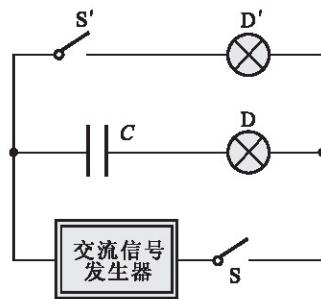

图2-4-4
1. 如图2-4-4所示,把电容器 $C$ 和小灯泡 $D$ 串联,再与另一完全相同的小灯泡 $D'$ 并联,用交流信号发生器作电源.交流信号发生器可以输出不同频率、不同电压的正弦交流信号.闭合开关 $S$ 和 $S'$ ,可以观察到小灯泡 $D$ 和 $D'$ 的发光有何不同?为什么?